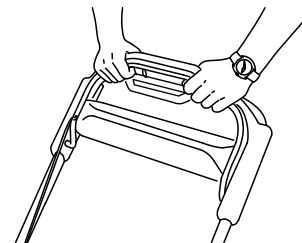

Figura 22
3. Sujete la barra de control de las cuchillas contra el manillar (**Figura 22**).